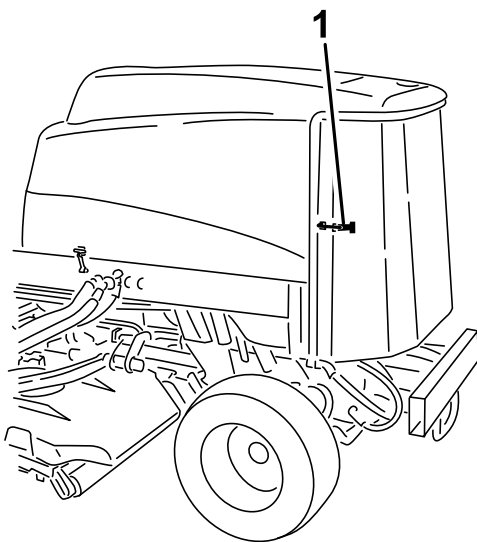

図 85
3. 後部スクリーンのラッチを外してスクリーンを開く **図 85**。